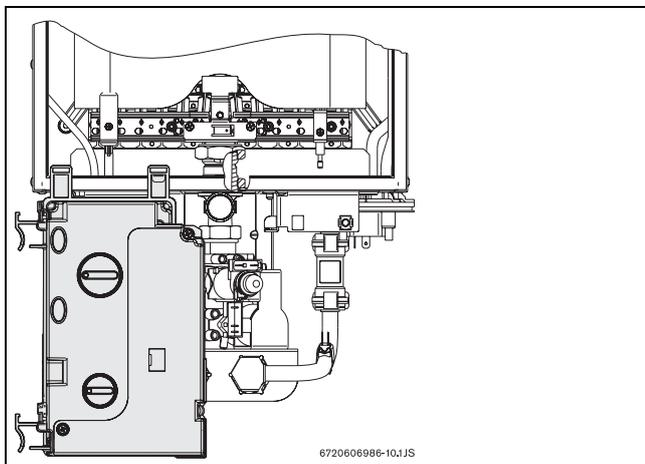

Fig. 4 Tableau électrique - position de réglage de gaz
- ▶ Une fois le tableau électrique retiré, positionnez-le conformément à la Fig. 4.